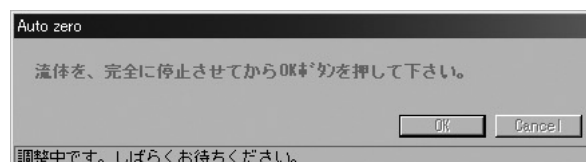

図99
- ④ ゼロ点調整は終了するまでに約30秒かかります。ゼロ点調整を行っている最中は図99のようなメッセージが表示されます。